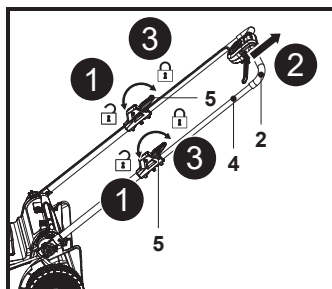

Fig. 3
7. Ouvrir les deux leviers de verrouillage (5), puis saisir le guidon (2) et tirer progressivement le guidon supérieur (4) jusqu'en butée (Fig. 3, étapes 1, 2).
8. Fermer les deux leviers de verrouillage (5) et vérifier que le guidon supérieur (5) est bien fixé (Fig. 3, étape 3).